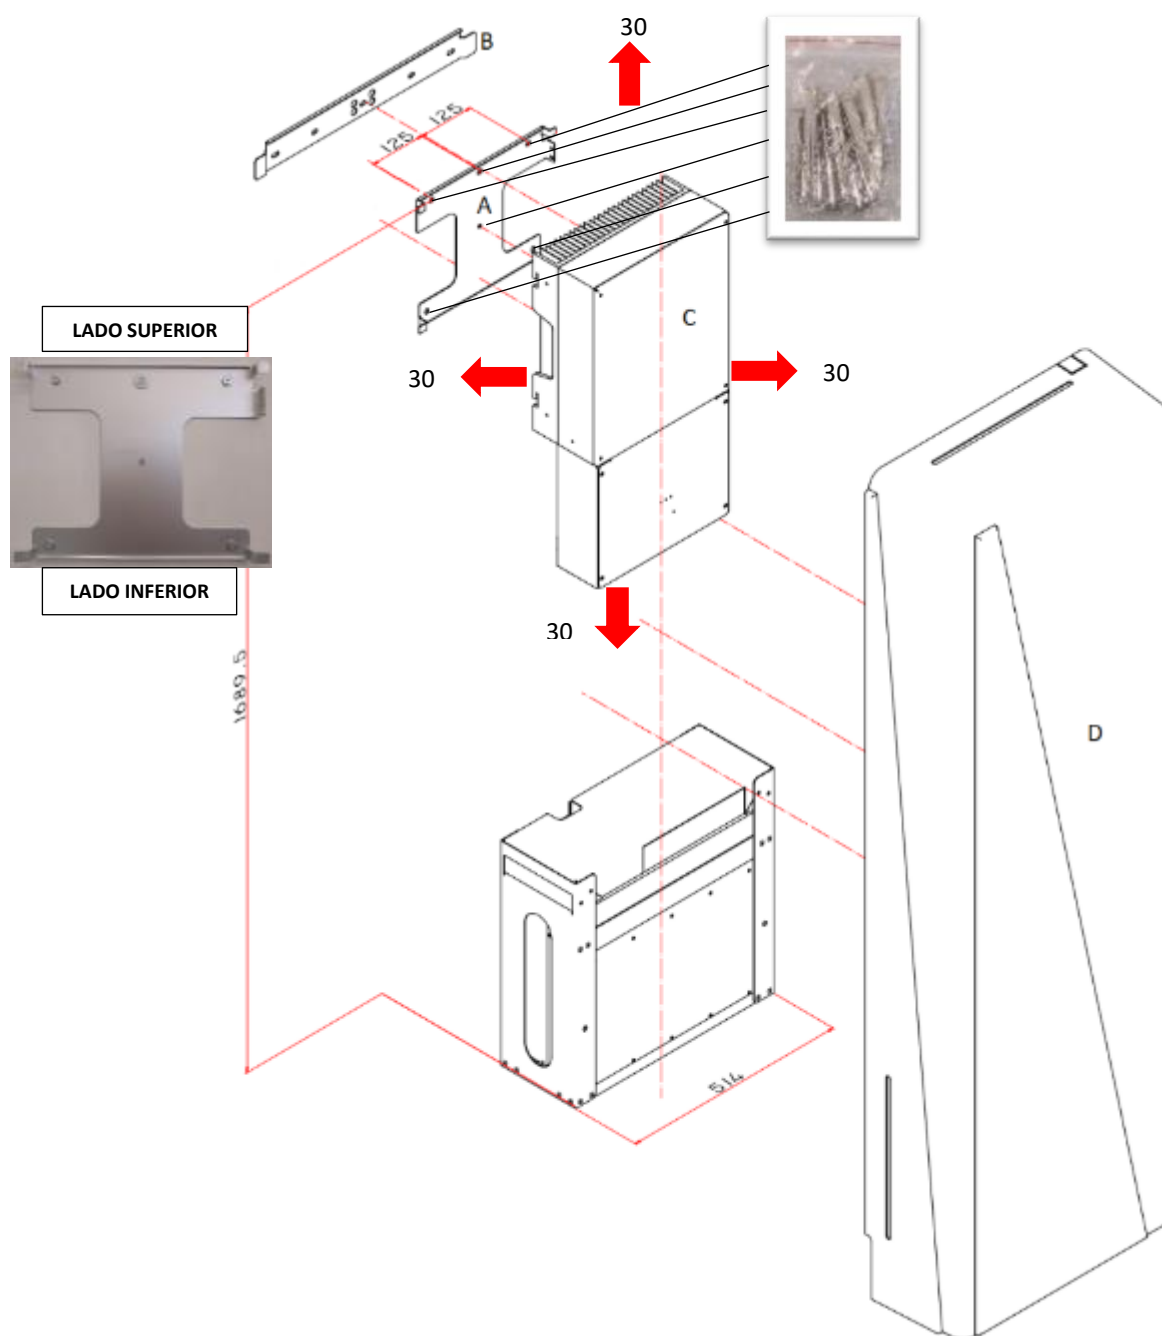

Figura 2 - Distancia de fijación del soporte del inversor a la superficie para caminar
El estribo (C) **OPCIONAL** para el anclaje inferior de la tapa exterior (D Figura 2) debe instalarse solo si la cubierta se ha suministrado con el resto del material, de lo contrario no se suministra.